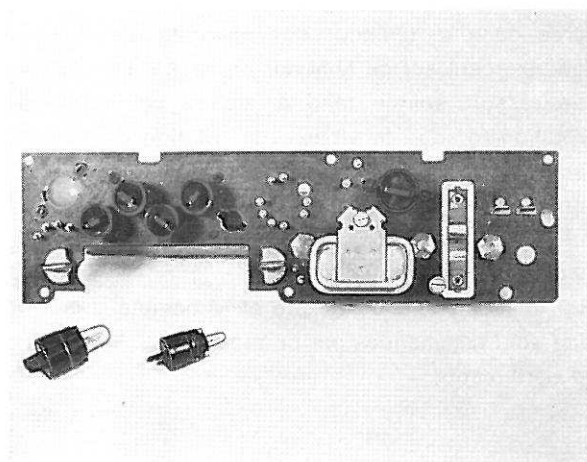

Figure 132. Plaque de montage des indicateurs et des lampes témoins, derrière
1. Les lampes, figure 132, sont montées sur des porte-lampes qu'il convient de tourner dans le sens contraire d'horloge pour le démontage.